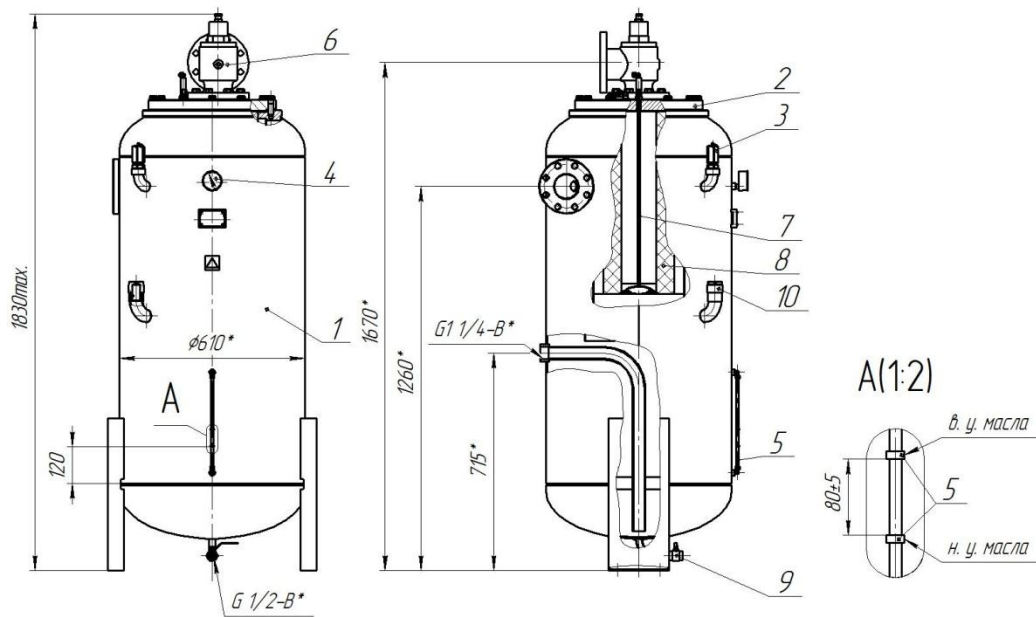

Рисунок 5. Маслоотделитель.
4.1.3. Маслоотделитель установки (рис.5) – стальной сварной сосуд, предназначен для разделения масло-воздушной смеси, поступающей из винтового блока и обеспечения непрерывности поступления масла в винтовой блок.